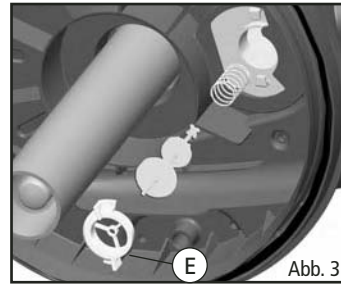

Abb. 3
1): Entfernen Sie den Rückhaltering (E), indem Sie ihn gegen den Uhrzeigersinn drehen, (das Ventil zur Steuerung der Betriebsart (V) muss auf „Filterbetrieb“ gestellt sein), 2): Entfernen Sie den Anzeiger und seine Feder. Spülen Sie alle Teile mit Wasser ab und bauen Sie sie vorsichtig wieder zusammen. (Abb. 3 & 4)